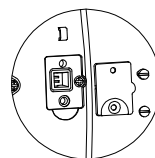

Figura 4-2. Pines LFT
2. Retire la cubierta de seguridad que se encuentra en la parte inferior de la báscula para acceder a las dos patillas que están ubicadas en una ranura (consulte la figura 4-2). Cortocircuite estas patillas (puede utilizar un destornillador de hoja plana mientras **enciende** la báscula. La báscula realizará el procedimiento de puesta en funcionamiento y después mostrará el estado actual [LFT OFF] (LFT OFF, unlocked) o [LFT LOCK] (LFT OFF, locked), pulse la tecla 'No' para cambiar esta configuración, o pulse la tecla 'Yes' para confirmarla.